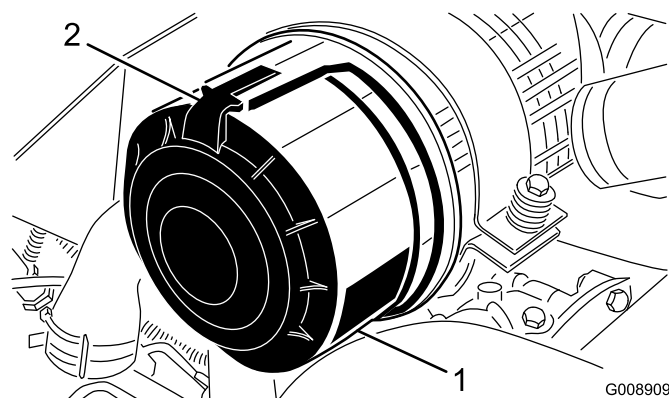

Figura 45
1. Liberte os trincos que fixam a cobertura do filtro de ar ao respectivo corpo (Figura 45).